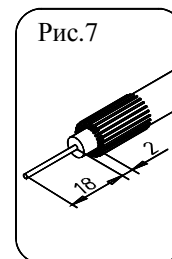

Рис.7
6.3.2. Освободить центральную жилу кабеля от внутренней изоляции в соответствии с рис.7.